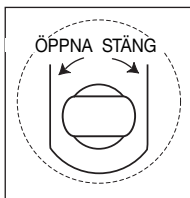

Fig. 2 - Release Valve
4. Med den rektangulära änden av pumphantaget, vrid säkerhetsventilens spindel medurs tills ventilen är helt stängd. (vrid inte mer än två varv). Se fig. 2.